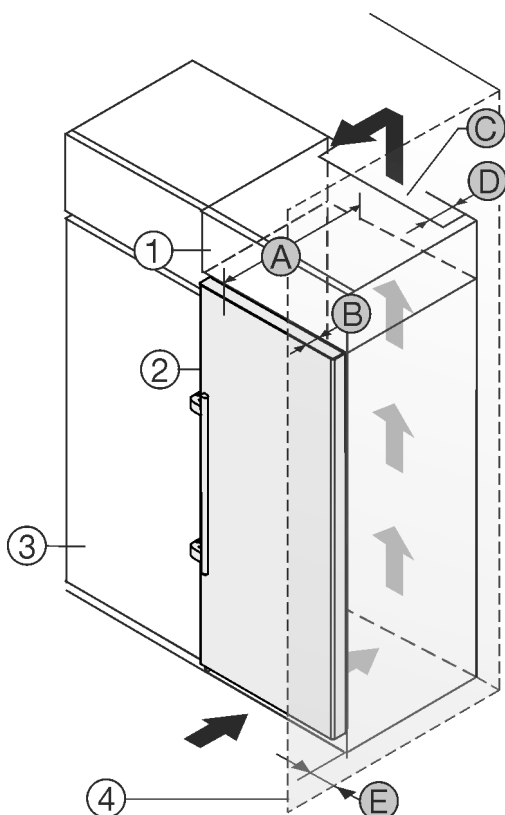

Fig. 2
Sie können das Gerät direkt neben dem Küchenschrank *Fig. 2 (3)* aufstellen.*
An der Rückseite des Aufsatzschrankes muss ein Abluftschacht mit der Tiefe *Fig. 2 (D)* über die gesamte Aufsatzschrankbreite vorhanden sein.*
Unter der Raumdecke muss der Entlüftungsquerschnitt *Fig. 2 (C)* eingehalten werden.*
Wenn Sie das Gerät mit den Scharnieren neben einer Wand *Fig. 2 (4)* aufstellen, dann muss der Abstand zwischen Gerät und Wand mindestens 57 mm betragen. Dies entspricht dem Griffüberstand bei geöffneter Tür.*
Damit Sie die Tür vollständig öffnen können, muss das Gerät um die Türtiefe *Fig. 2 (B)* gegenüber der Küchenschrankfront vorstehen. Abhängig von der Tiefe der Küchenschranke *Fig. 2 (3)* und Verwendung von Wandabstandshaltern kann das Gerät weiter herausragen.*